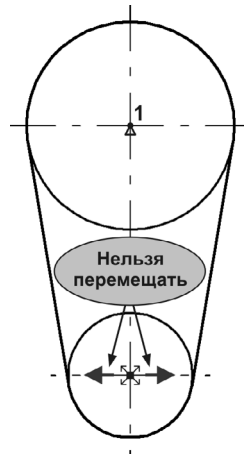

Рис. 61.4.
5. Постройте два отрезка, касательные к обеим окружностям. Из предложенных системой четырех вариантов касания создайте только два наружных отрезка (рис. 61.4).